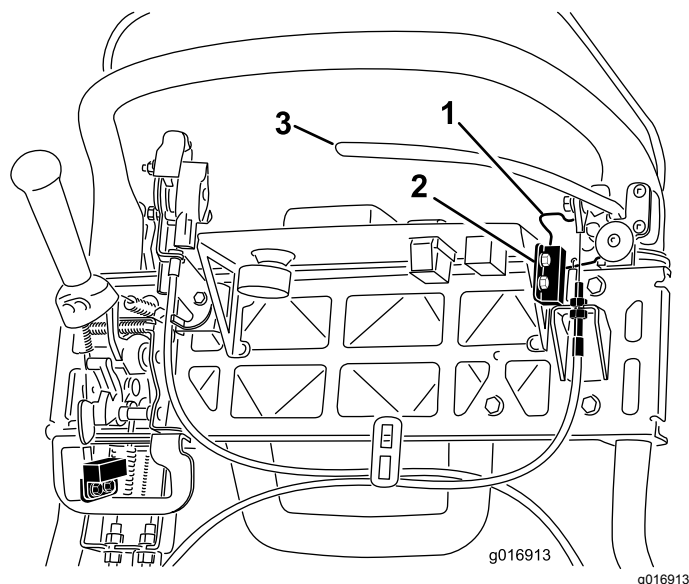

Figure 43
4. Desserrez les fixations du contacteur de sécurité (Figure 43).
5. Placez une cale de 1,6 mm d'épaisseur entre le verrou du frein de stationnement et le contacteur de sécurité (Figure 43).